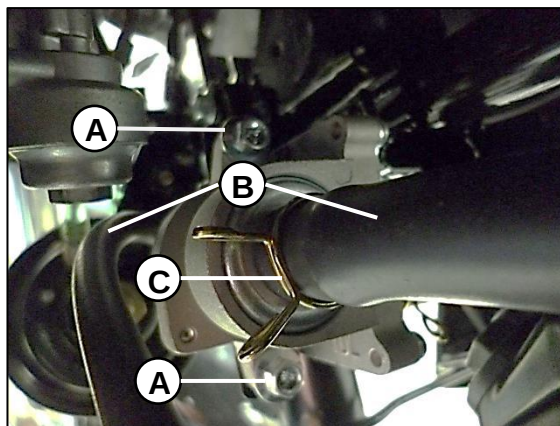

Fig. 17
Desajuste los tornillos (A) que fijan la válvula; Posteriormente desacople todas las mangueras (B) del sistema EAR. Tener cuidado de no perder los pines (C) que garantizan el ajuste de las mangueras a la válvula. **Fig.17**